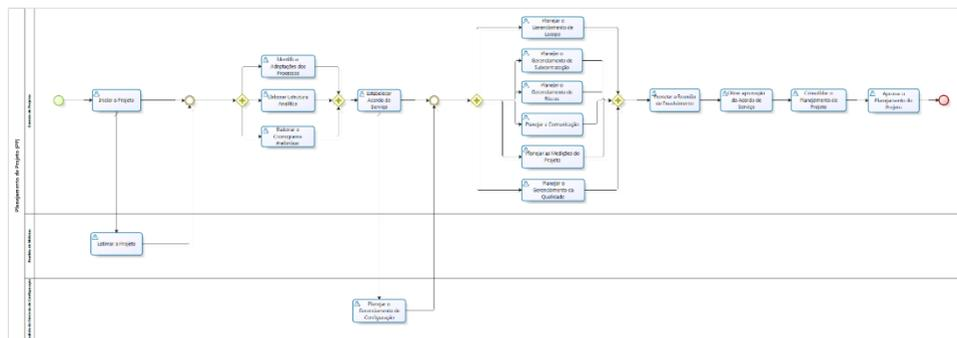

Figura 3. Fluxo do processo PP
3.3.1. Planejamento de Projeto (PP)
O objetivo da área de processo Planejamento de Projeto (PP) é fornecer subsídios para estabelecer e manter planos visando definir as atividades de projeto. O fluxo de trabalho desta área está ilustrado na Figura 3.